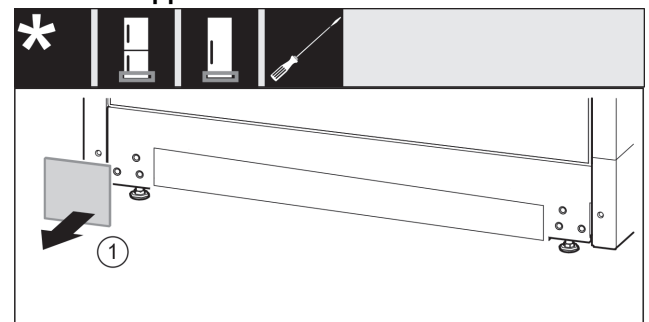

Fig. 33
- ▶ Retirer le cache. Fig. 33 (1)